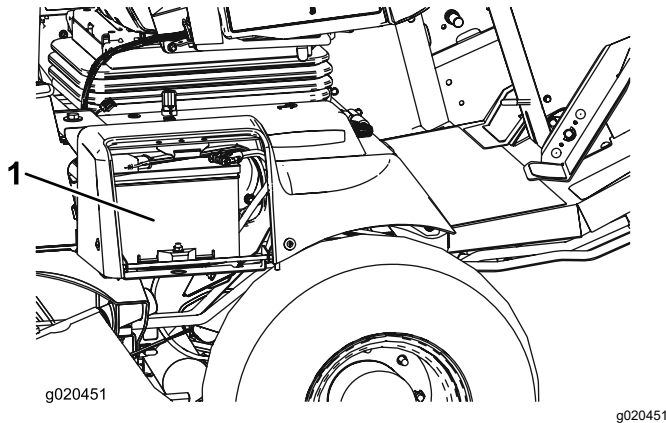

Figure 61
1. Branchez le câble positif de la batterie sur la borne positive de la batterie (Figure 61) et placez le capuchon en caoutchouc sur la borne.